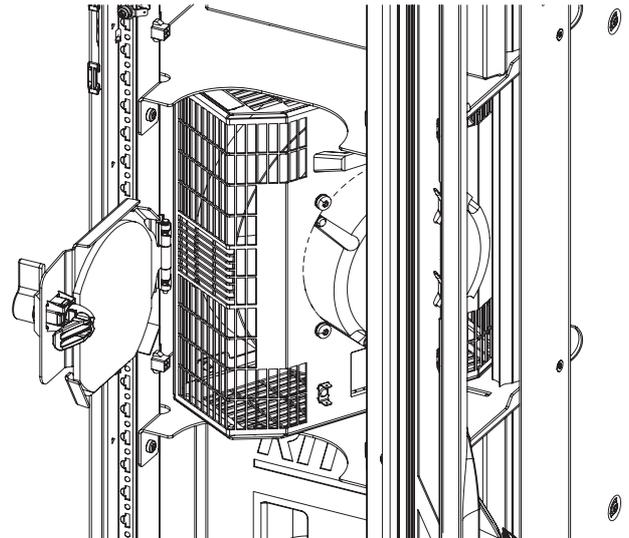

Abb. 48: Gedrehtes Lüftermodul im Lüftereinschub
- Drehen Sie das Lüftermodul im Einschub gegen den Uhrzeigersinn um 90° (Abb. 48).